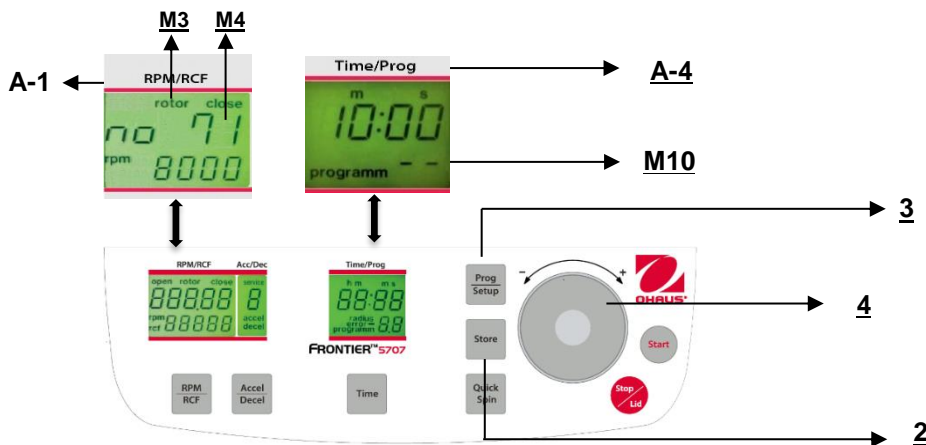

Abbildung. 23
Um gespeicherte Programme aufzurufen, drücken Sie die Taste **"Prog/Setup"** (3) (siehe Abbildung 23), während der Deckel bereits geschlossen ist. Innerhalb der Anzeige **"Time/Prog"** (A-4) erscheint **"programm -"**(M10). Die gewünschte Programmnummer kann vorab mit dem Anpassungs Wählscheibe (4) ausgewählt werden.
Um den Programmmodus zu verlassen, drücken Sie lediglich die Taste **"Prog/Setup"** (3) (siehe Abbildung 23). Dann erscheint innerhalb der Anzeige **"Time/Prog"** das Wort **"programm"** .